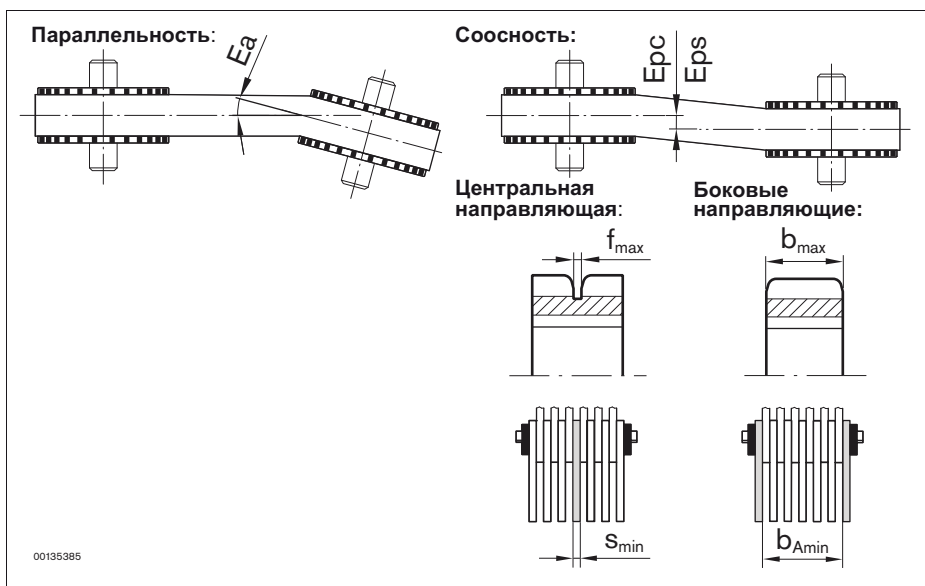

Рис. 8: Правильный монтаж звездочек зубчатой цепи
- Звездочки должны находиться параллельно друг другу (см. рис. 8). Допустимая ошибка: $E_a \leq 1^\circ$
- Расположение звездочек должно быть соосным друг другу (см. рис. 8).